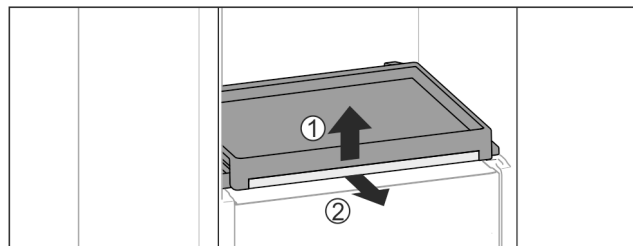

Fig. 132
- Vyberte vyťahovaciu poličku so sklenou doskou: Vpredu zľahka nadvihnite sklenú dosku Fig. 132 (1) a vytiahnite ju smerom dopredu Fig. 132 (2).